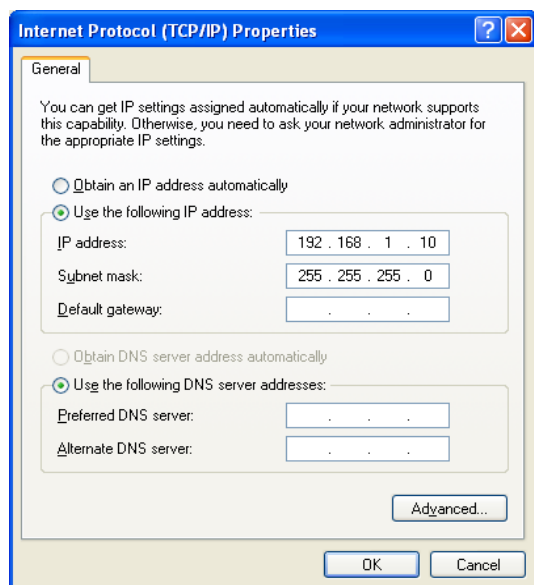

图 16
5. 参见图 16。选择“使用下列 IP 地址”。默认的泵 IP 地址是 192.168.1.100。输入数字，其与默认地址不同之处仅为最后一组数字，例如：192.168.1.10。192.168.1.10。这样可让计算机连接到 VFD。将“子网掩码”设置为 255.255.255.0。